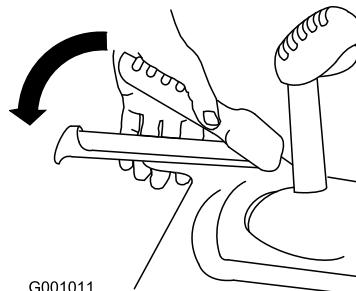

Bild 26
1. Drücken Sie zum Einkuppeln des Fahrantriebs den linken Hebel (Fahrantrieb) zum Handgriff (Bild 26).